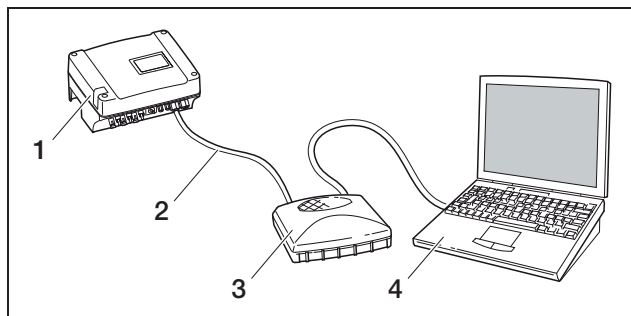

Figure 24: Connexion de l'onduleur et de l'ordinateur au moyen de câbles Ethernet et d'un switch
- a) via un réseau local (switch et câble Ethernet, voir figure 24), soit